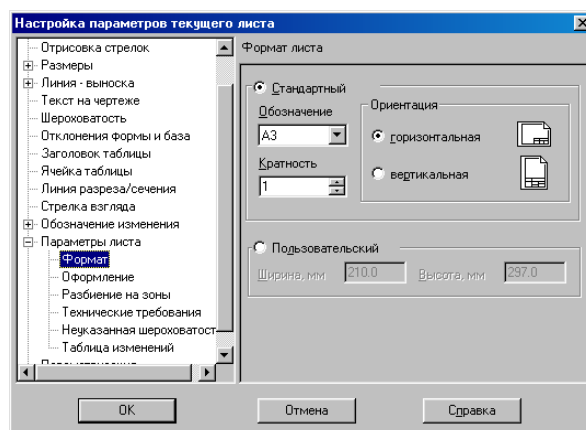

Рис. 75
- Измените формат чертежа на А3. Для этого выполните команду **Настройка – Параметры текущего листа**. В диалоговом окне (рис. 75) установите необходимые параметры.